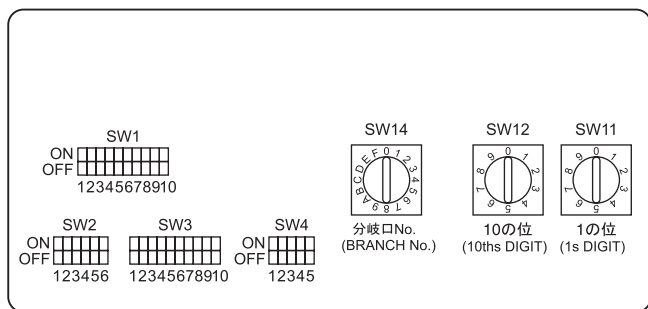

Fig. 4-6
4.5. De aansluitadressen instellen (Fig. 4-6)